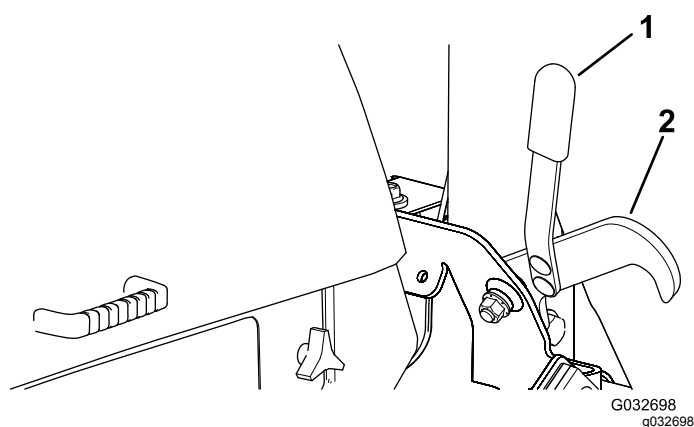

Figura 29
2. Utilizando o manípulo, desprenda os trincos que seguram as plataformas na posição elevada (Figura 29).